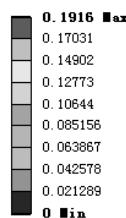

图 7.10.10 位移变形结果图解
(3) 查看位移变形结果图解。在“Outline”窗口中选中 Total Deformation，查看图 7.10.10 所示的位移变形结果，其最大位移为 0.1916 mm。